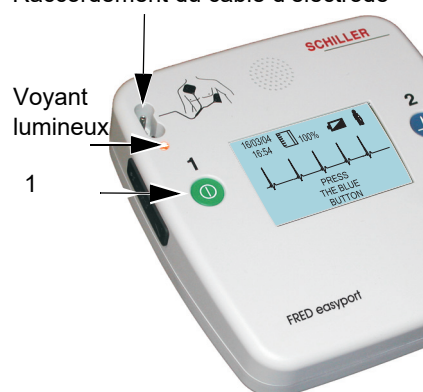

Fig. 4.5 Mise en marche de l'appareil
4. Insérer le connecteur des électrodes dans l'appareil tel qu'illustré sur la Fig. 4.5.
1. Insérer le connecteur des électrodes dans l'appareil tel qu'illustré sur la Fig. 4.5, page 25.
2. Mettre l'appareil en marche en appuyant sur la touche verte (1).